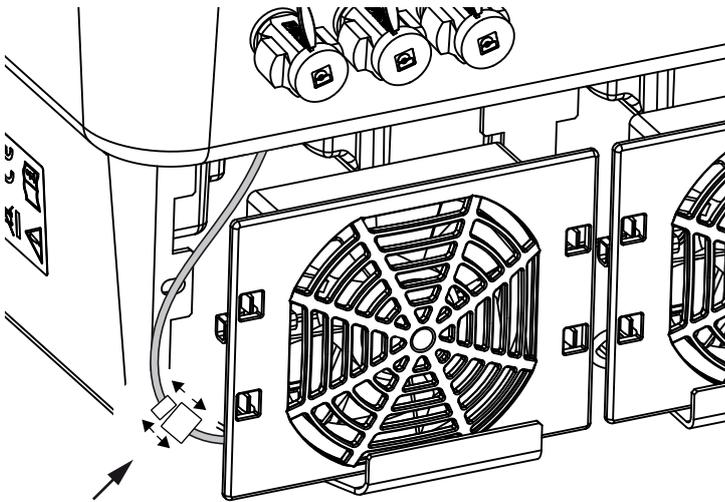

Fig. 73 : déconnexion du câble du ventilateur
4. Enlever entièrement le ventilateur du boîtier. Pour cela, détacher le connecteur enfichable du câble du ventilateur.  **Fig. 73**